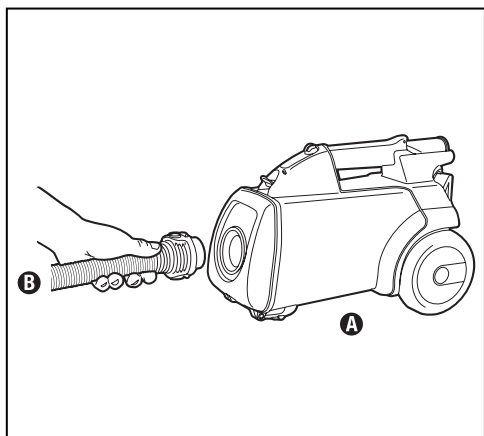

Fig.1
**Étape 1:** Connectez le tuyau **B** à l'avant du traîneau **A** (Fig.1).